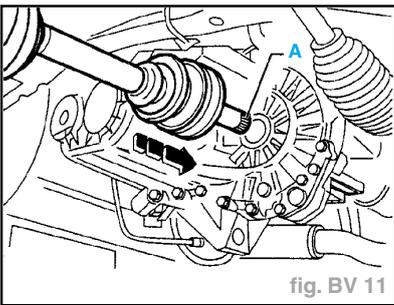

fig. BV 11
- Avant la repose de l'arbre de pont gauche, le segment d'arrêt (A) doit être remplacé (fig. BV 11).